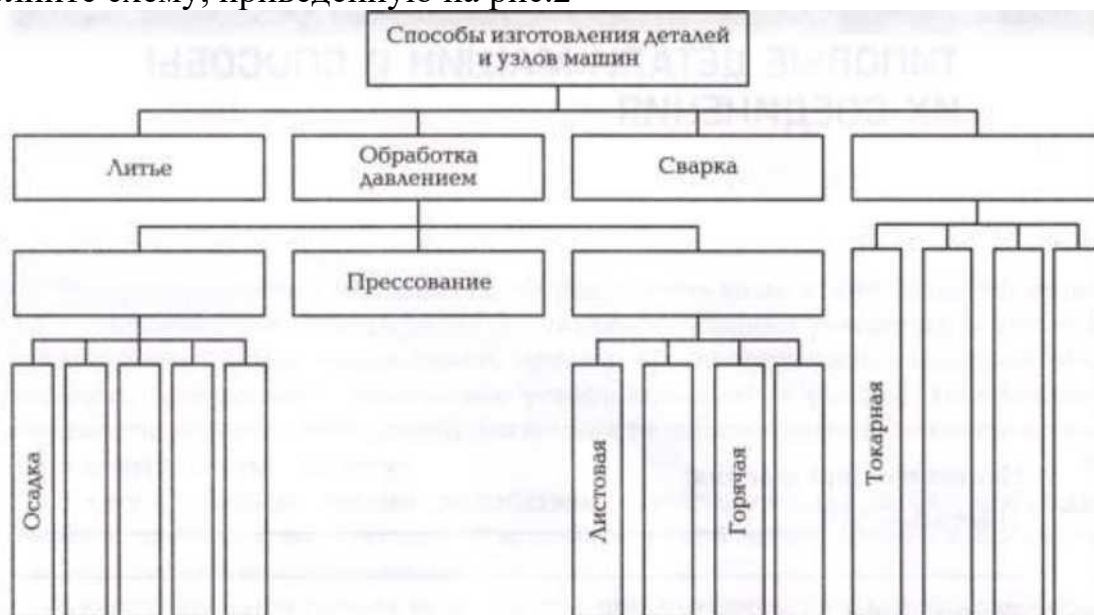

Рис.2 Классификация способов изготовления деталей и узлов машин
4. Заполните схему, приведенную на рис.2